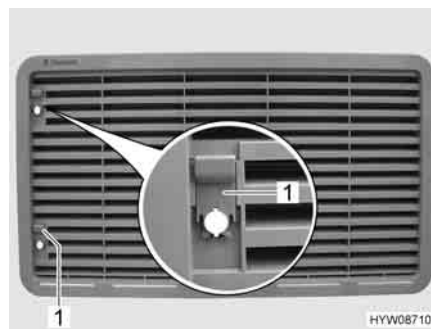

Fig. 175 Griglia di aerazione del frigorifero
- Spingere il cursore (Fig. 175,1) verso l'alto.